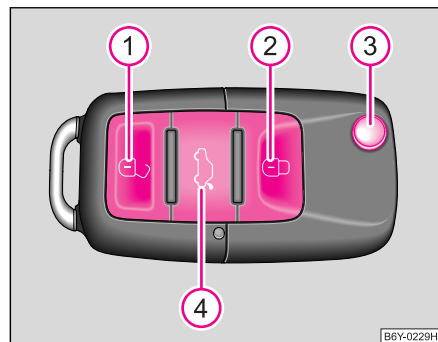

Fig. 28 Llave con radiotelemando
- Pulsar la tecla (4) durante aprox. 1 segundos ⇒ fig. 28.